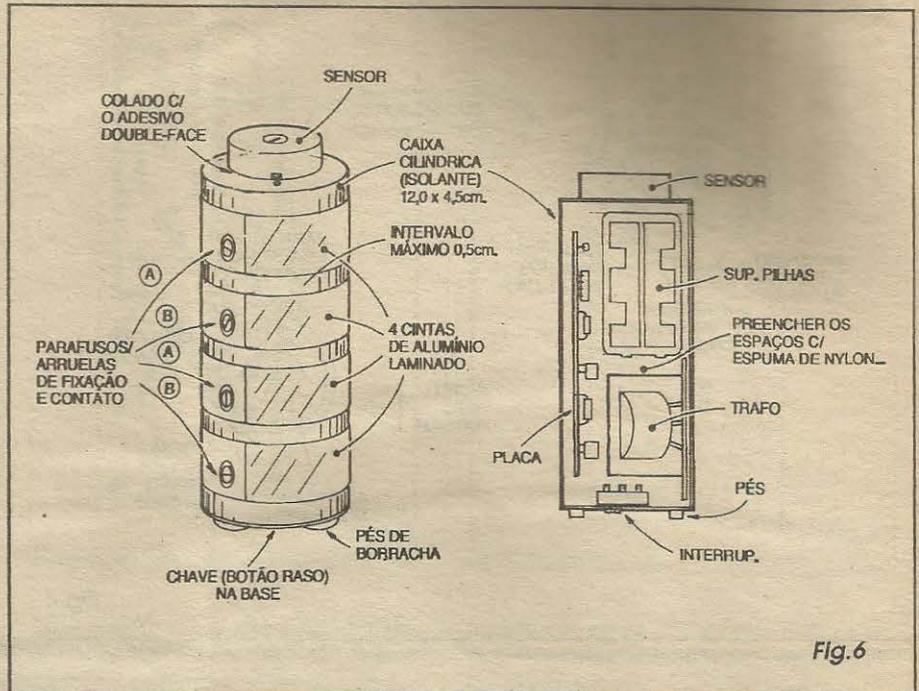

Fig.6
- FIG. 6 - CONSTRUINDO A ...GARRAFA DO GÊNIO... - Os dois diagramas da figura mostram, com suficientes detalhes, a construção da garrafa, em seus aspectos externos e internos... O mini-sensor de impacto deve ser colado (pelo seu próprio adesivo dupla-face) ao topo do container cilíndrico (normalmente a tampa da caixa plástica utilizada...), passando por um furinho estrategicamente posicionado, os fios que o interligam ao circuito, lá dentro... No centro da base do conjunto pode ficar o interruptor geral, com seu botão raso levemente sobressaindo de um furo retangular lá feito... Três ou quatro pés de borracha podem então ser colados á base, tanto para dar estabilidade à garrafa, quanto para gerar espaço de acionamento do botão do dito interruptor, sem que o mesmo *desequilibre* o conjunto, quando o mesmo repousar sobre uma superfície qualquer... Dentro da caixa cilíndrica (as dimensões indicadas, de 12,0 x 4,5 cm. são as mínimas recomendadas...), o trafo, as pilhas (no suporte) e a plaquinha do circuito, devem ser fixados seguindo a sugestão, calçando-se e preenchendo-se os espaços sobrando com espuma de nylon ou isopor, de modo que nada fique jogando ou solto... Notar que o suporte com as pilhas, ficando próximo à tampa geral do container, poderá ser facilmente acessado para substituição da fonte de energia, quando esgotada... Um ponto muito importante refere-se às quatro cintas de alumínio laminado, distribuídas regularmente pela altura do container, e guardando entre si afastamentos de 0,5 cm. (máximo), com o que a mão de quem segurar a garrafa inevitavelmente tocará pelo menos duas cintas